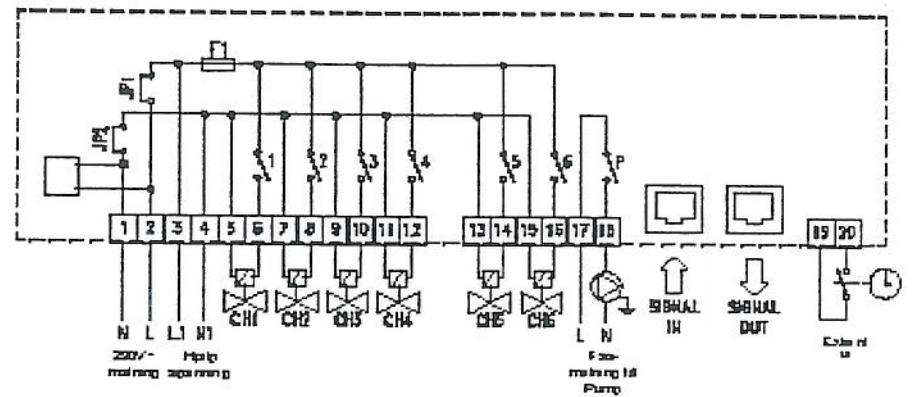

Fig. 4. Tilkoblingsskema
For korrekt tilslutning, læs venligst følgende instruktion og se fig. 4, som viser styreboksen indvendigt.
Ved levering er modulet koblet til strømforsyningen 230V og derfor er udgangene 5 - 16 fig. 4 sluttet til med det samme. I dette tilfælde må hjælpeforsyningen 3 og 4 ikke være tilsluttet og udgangene vil være tilsluttet 230V.
2. Forbind 3 og 4 (fig. 4) med en eksterne strømforsyning (f.eks. en transformer til 24 V).